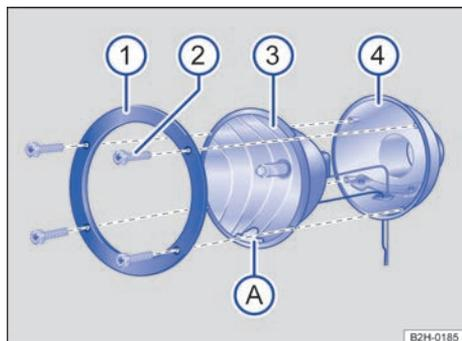
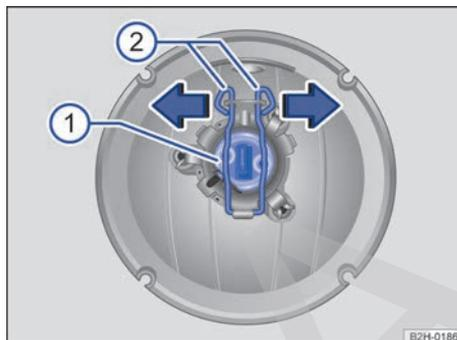

Fig. 205 Faro adicional en el techo del vehículo: desmontar el cristal.
Fig. 206 Faro adicional en el techo del vehículo: cambiar la lámpara.
2.	Suelte los tornillos → fig. 205 (2) con la llave de las herramientas de a bordo.
3.	Retire el anillo de sujeción (1) de la carcasa del reflector (3).
4.	Extraiga la carcasa del reflector (3) de la carcasa del faro (4) con cuidado.
6.	Presione los bloqueos → fig. 206 (2) hacia abajo y desengánchelos en el sentido de la flecha.
7.	Extraiga el portalámparas (1) de la carcasa del reflector.
10.	Presione los bloqueos (2) hacia abajo y engánchelos en el sentido contrario al de la flecha.
12.	Coloque la carcasa del reflector → fig. 205 (3) en la carcasa del faro (4). La marca (A) deberá quedar abajo → (1).
13.	Coloque el anillo de sujeción (1) en la carcasa del reflector.
14.	Enrosque y apriete los tornillos (2) con la llave. ▶